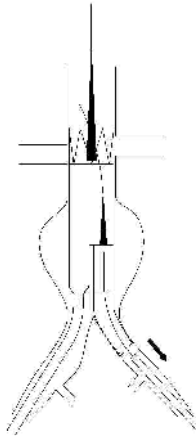

Рис. 11. Развертывание стент-графта с манжетой Cuff в короткой ветви стент-графта AAA
- Извлечь внешнюю оболочку, чтобы выполнить развертывание удлинительной ветви Cuff при мониторинге. Извлечь систему доставки и проводник после развертывания стента (Рис. 11).